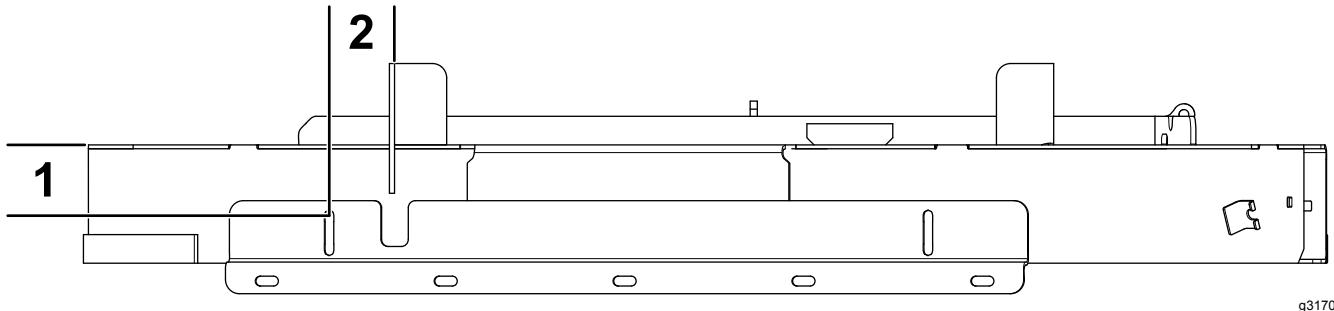

Figure 7
1. En vous servant du support du traceur comme gabarit, percez 2 trous (9/32 po) dans le tablier de coupe en utilisant les dimensions indiquées sur la Figure 7.